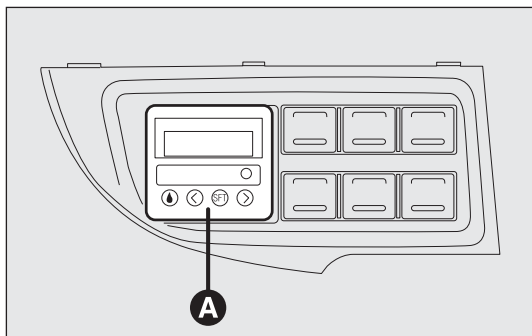

fig. 54
- un timer digitale A-fig. 54 per l'accensione manuale del riscaldatore o per la programmazione dell'ora di accensione.